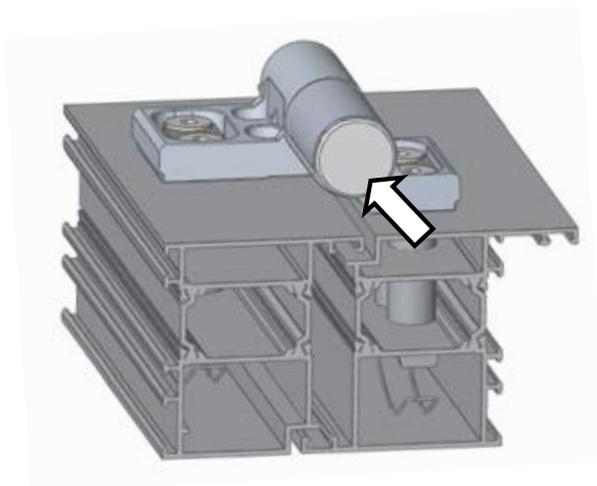

Рис. 21
11. Установить пластиковую крышку на рамную полупетлю (Рис. 21).